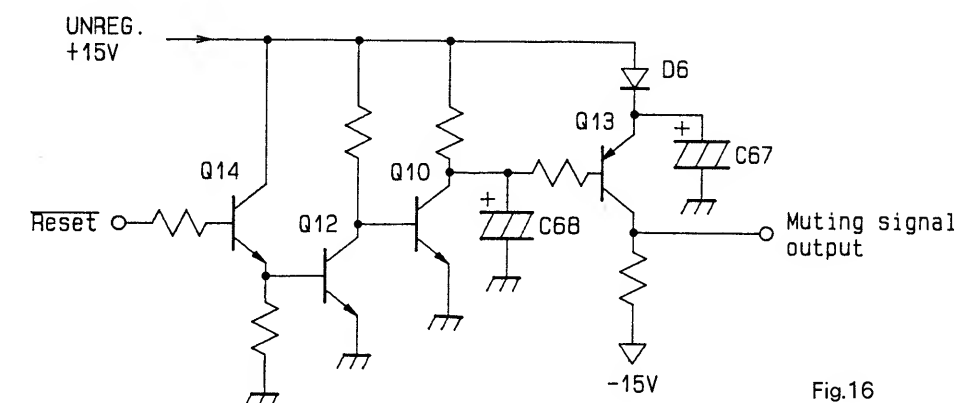

Fig.16
- The signals for muting of the output are made from the reset signals. The circuit is shown in Fig.16. The interval, from which the reset signal reaches High until the mute is released, is determined depending on the capacity of C68. The mute signals continue to output by D6 and C67 for a while after the power is turned off.
- Outputのミュート用の信号はリセット信号から作られています。回路をFig.16に示します。C68の容量によって、リセット信号がHighになってからミュートが解除するまでのインターバルが決定されます。また、D6とC67によって、電源off後もしばらくの間ミュート信号が出力され続けます。